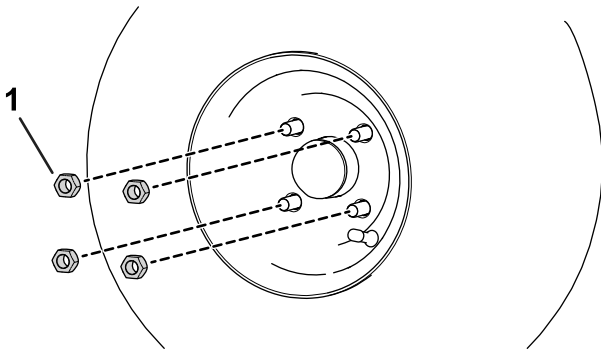

Figure 7
1. Utilisez les écrous de roue retirés précédemment pour fixer la roue au moyeu (Figure 7).